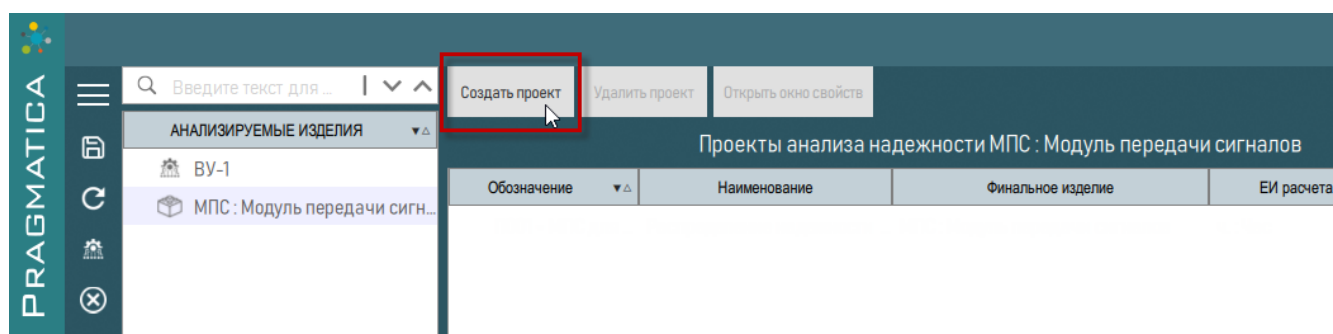

Рисунок 122 – Кнопка «Создать проект» в окне «Редактор проектов»
1) В окне «Редактор проектов» на панели инструментов нажать кнопку «Создать проект» (рисунок 122).